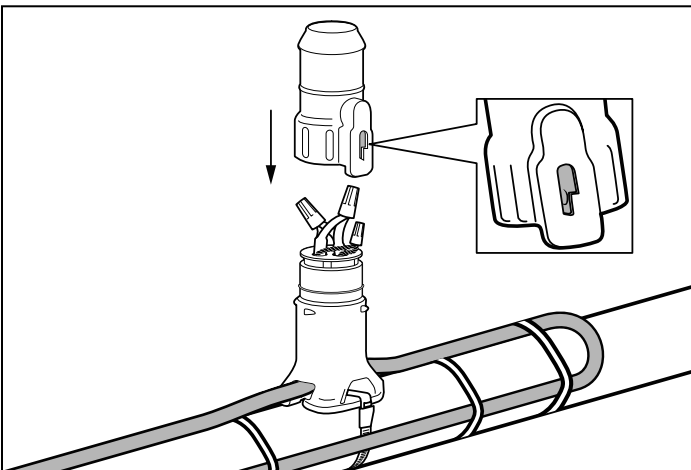

Figure 15-42
15.8.7. TIGHTEN CAP SECURELY (Figure 15-42).